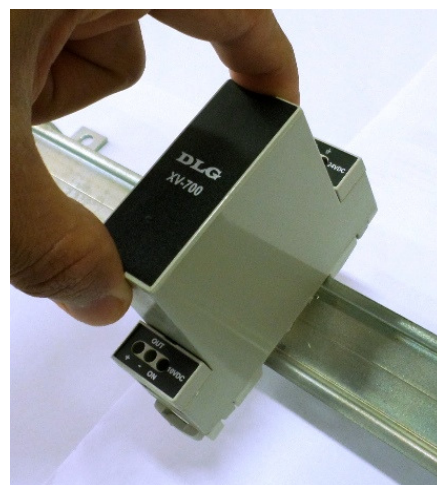

Figura 4
1. Primeiramente posicione a parte superior do XV-700 no trilho DIN 35mm como mostra a Figura 4.
| <p>Nos bornes de conexão é imprescindível a utilização de chave de fenda do tipo “borne” ou 1/8 com diâmetro máximo de 3mm, pois é o formato ideal e não danificará orifício de conexão do XV-700.</p> |  <p>Figura 4 Chave não recomendada</p> |  <p>Figura 5 Chave recomendada</p> |